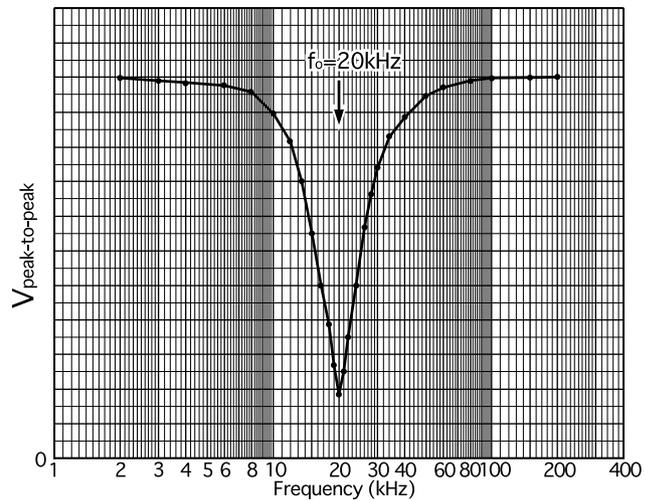

図19
- ①  $L=1\times 10^{-2}$  (H)、 $C=1\times 10^{-8}$  (F) として共振周波数  $f_o$  を計算で求めよ。
- ② 発振器を RCL 回路に接続する (GND → 端子1、OUTPUT → 端子2)。
- ③ 端子5をオシロスコープの INPUT 端子に、端子3を GND 端子に接続する。
- ④ 2kHz ~ 200kHz の範囲で発振器の周波数を変え、オシロスコープで  $V_{3-5}$  の peak-to-peak の電圧を測定する。片対数方眼紙の対数目盛りを横軸に使い、発振周波数を横軸に、縦軸に  $V_{3-5}$  をとって、測定点を記入しながら測定せよ。記入の例として  $f_o=20\text{kHz}$  の場合を図19に示す。
- ⑤ もし振幅が最小になる周波数があれば、その周波数を図に記入せよ。